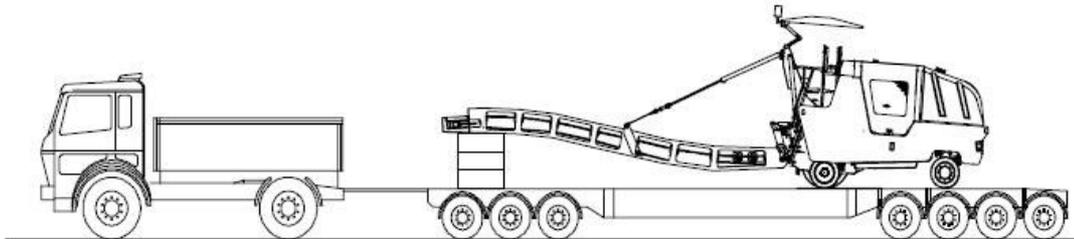

Abb.1 Maschine auf Tieflader
Die Maschine muss immer rückwärts auf die Rampe gefahren werden, wobei das hintere Ende in Fahrtrichtung zeigen muss. (Abb.1).
- Wenn das Förderband installiert ist, dieses wie in Abb. 1 auf seiner Stütze platzieren und zusätzlich zu den in Abb. 2 und 3 auf der nächsten Seite abgebildeten Befestigungspunkten spannen.